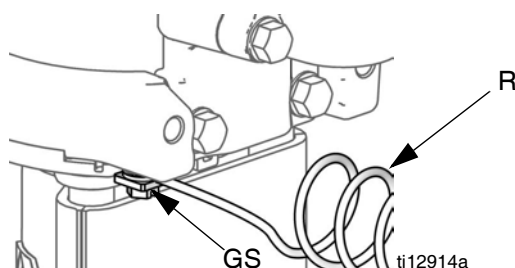

FIG. 2. Jordskruv och -kabel
1. Pump: Se FIG. 2. Kontrollera att jordskruven (GS) är fastsatt och säkert åtdragen på tryckluftmotorn. Anslut andra änden av den jordade ledningen (R) till en äkta jordpunkt.